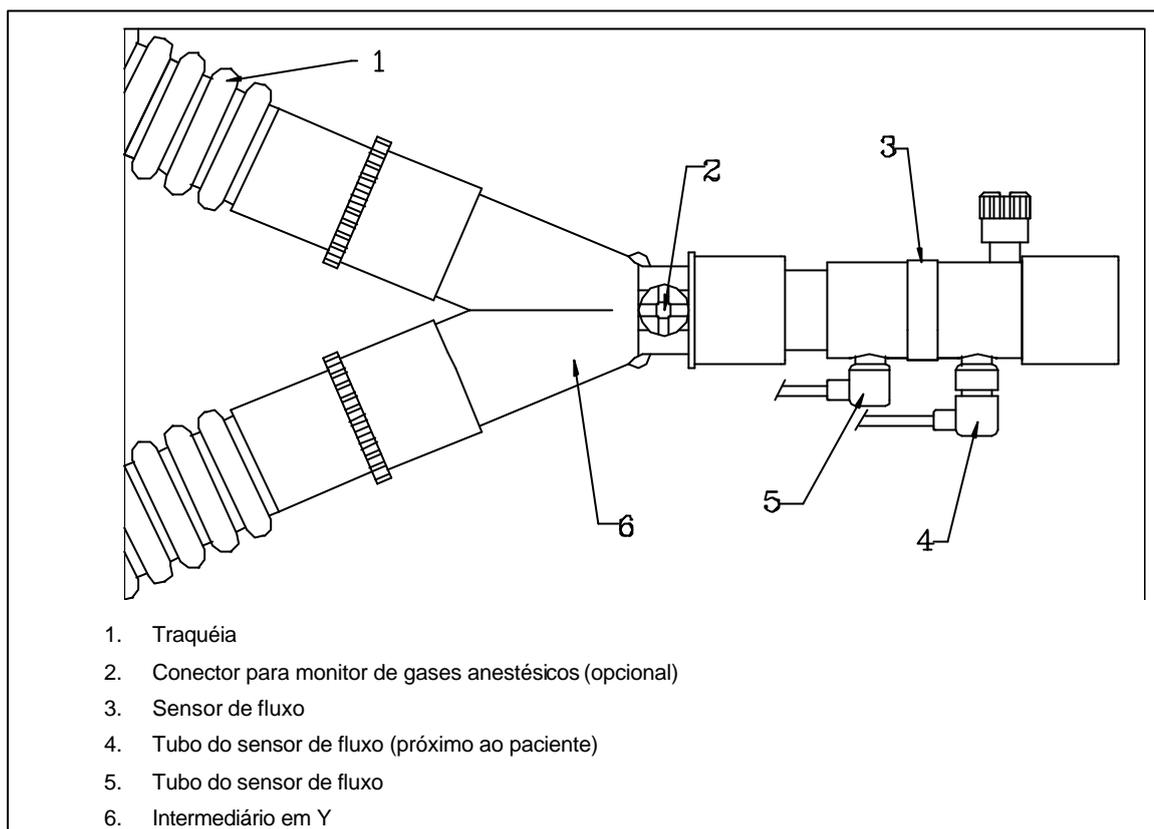

Figura 7.14: Montagem do sensor de fluxo.
- 2 -** Acoplar o sensor de fluxo apropriado entre o intermediário em “Y” do sistema respiratório e a máscara ou tubo endotraqueal (Figura 7.14). Verificar a correta posição de montagem, conforme indicado no próprio sensor de fluxo.